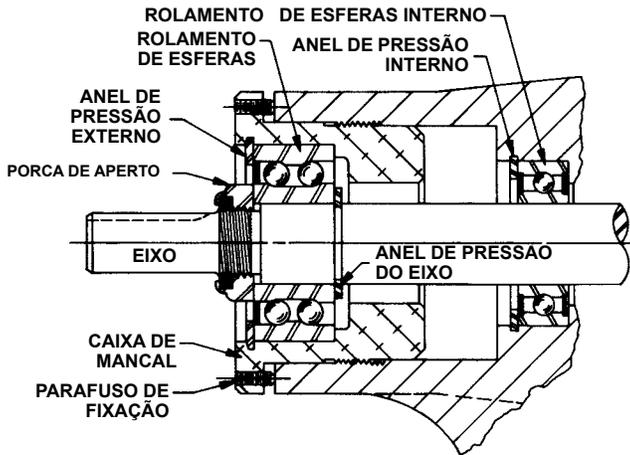

FIGURA 9
6. Remova a contraporca do eixo. Consulte a Figura 9 ou 10. Uma barra de metal ou pedaço de madeira inserido na abertura da porta e entre os dentes do rotor impedirão que o eixo gire.
7. Solte os dois parafusos de aperto na face da caixa do mancal e gire o conjunto do mancal de rolamento no sentido anti-horário e remova do corpo. Consulte a Figura 9 ou 10.
8. Remova o anel de pressão do eixo das bombas de tamanho GG, HJ e HL. Consulte a Figura 9.
12. Remova o anel de pressão interno e o rolamento de esferas de carreira simples do corpo. **Consulte a Figura 9.** As bombas de tamanho AS, AK e AL não contêm o anel de pressão.
15. Desmonte o conjunto do mancal de rolamento. Remova o anel de pressão externo do alojamento do mancal das bombas de tamanho GG, HJ ou HL e o rolamento de esferas pode ser removido. **Consulte a Figura 9.**
16. Embale o mancal de esferas de carreira dupla com graxa multi-uso, NLGI#2 e pressione no alojamento do mancal com o lado da blindagem na direção da extremidade de acoplamento do eixo. **Consulte a Figura 9**. (As bombas de tamanho AS, AK e AL não usam um mancal blindado.) Instale o anel de pressão para manter o mancal no lugar nas bombas de tamanho GG, HJ e HL.